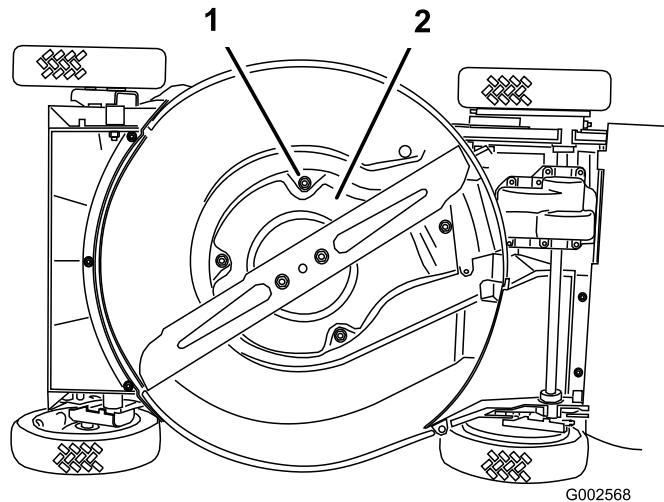

Bild 36
6. Lösen Sie die vier Schrauben, mit denen das Schutzblech befestigt ist (Bild 36).